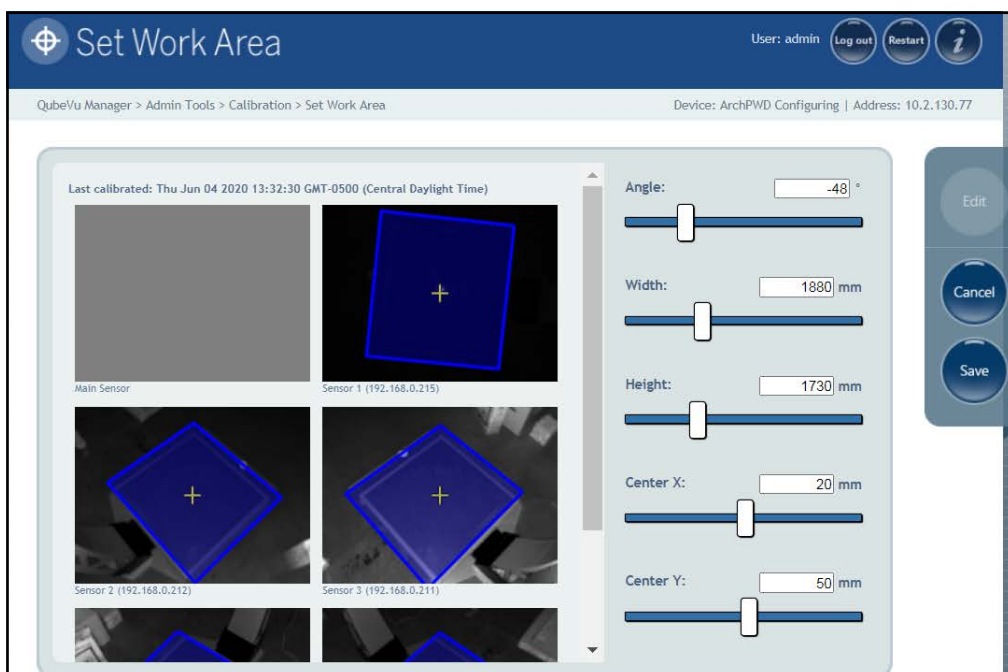

Figura 5-16. Configuración de la zona de trabajo
**NOTA:** Los valores predeterminados que se muestran en la Figura 5-16 son solo para referencia. Consulte la Tabla 5-2 para los valores predeterminados.